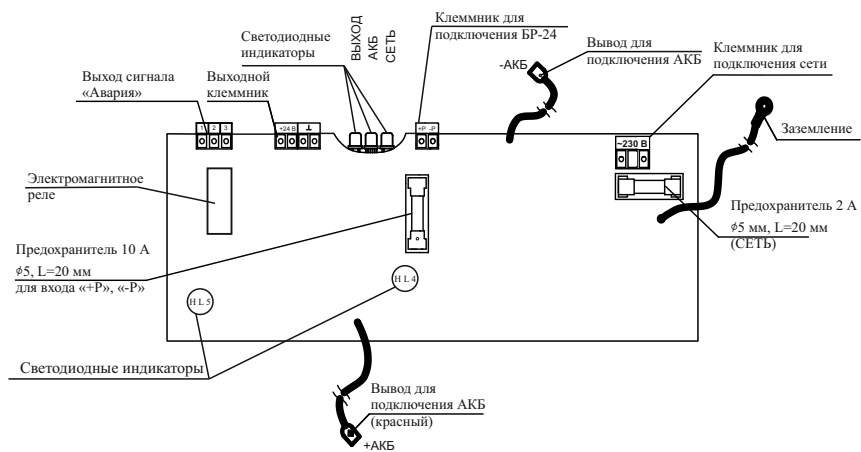

Рисунок 1 – Плата источника
6.4 Подключение источника (рисунок 1) производить в следующей последовательности: